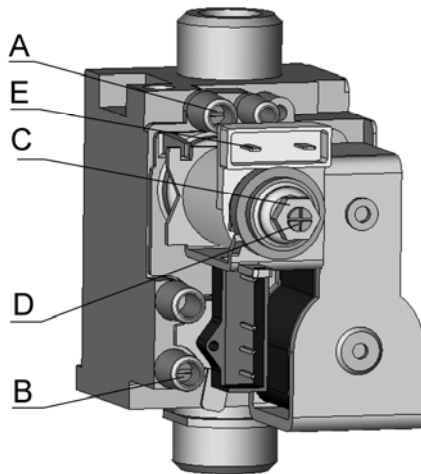

Рис.7
8.1.1. Выверните 4 винта крепления панели управления к облицовке и откиньте панель управления вниз, чтобы получить доступ к газовому блоку (рис. 7);
- 8.2.1. Выверните 4 винта крепления панели управления к облицовке и откиньте панель управления вниз, чтобы получить доступ к газовому блоку (рис.7);